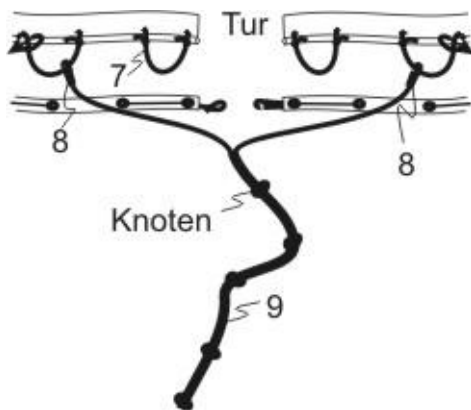

Abb. 5.1
Zugseil (9) laut Abb. 5.1 montieren, Knoten im einen Abstand von Ihrer Armlänge.